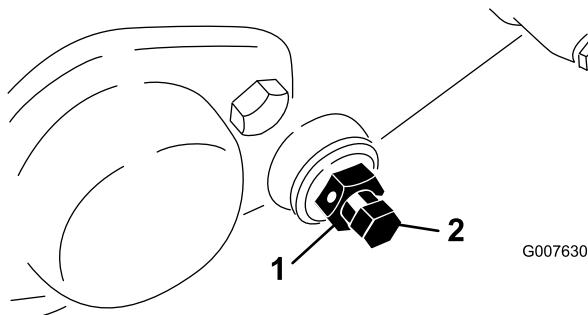

図 49
3. ベッドバー・ボルト（図 49）を固定しているジャムナット（機体両側）をゆるめる。
4. 各ベッド・バー・ボルトを抜いてベッド・バーを下に引き抜いて外す。ベッド・バーの両端にナイロン・ワッシャとスチール・ワッシャが2枚ずつあるので注意する（図 49）。